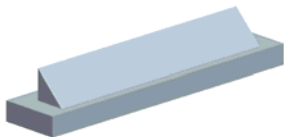
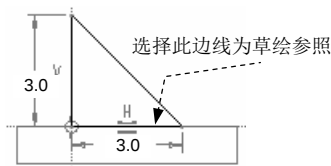

图 11.6.5 拉伸特征 2
图 11.6.6 截面草图
Step3. 创建图 11.6.5 所示的拉伸特征 2。在操控板中单击“拉伸”按钮 。选取 RIGHT 基准平面为草绘平面，TOP 基准平面为参考平面，方向为右；单击  按钮，绘制图 11.6.6 所示的截面草图（在绘制截面草图时，选取图 11.6.6 所示的模型边线为草图参照）；在操控板中定义拉伸类型为 ，输入深度值 25.0，单击  按钮，完成拉伸特征 2 的创作。